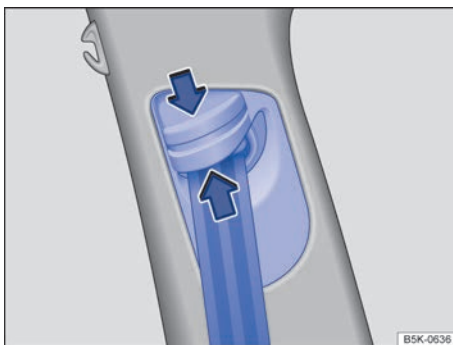

Fig. 39 Junto a los asientos delanteros: regulador de la altura del cinturón. ▶
- Comprima el dispositivo de reenvío en el sentido de las flechas y manténgalo en esta posición → fig. 39.